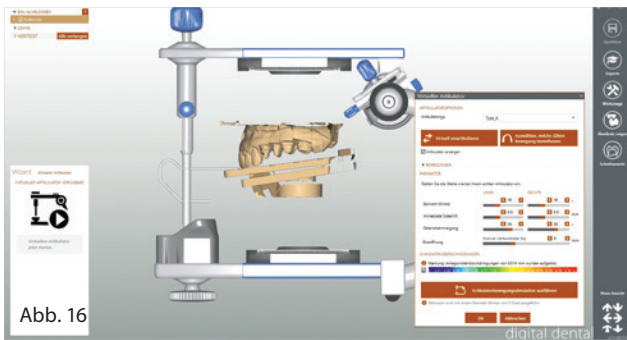
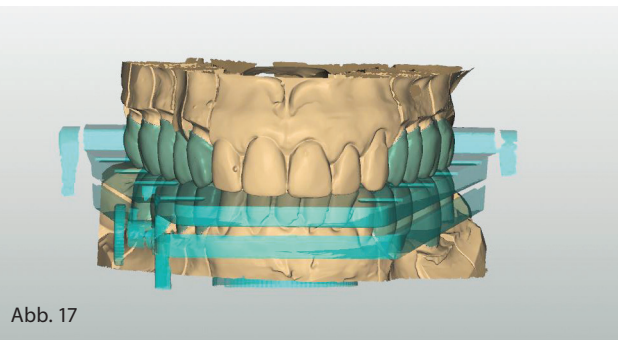
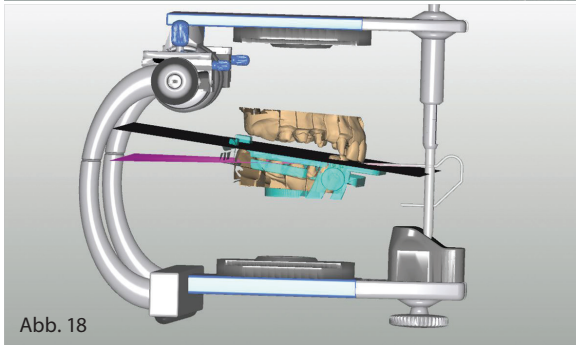
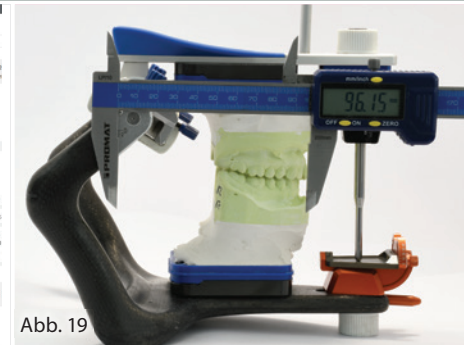

Abb. 16
Abb. 17
Abb. 18
Abb. 19
**Abb. 16:** Das Oberkiefermodell kann mit dem Planesupport gemeinsam eingescannt werden. Damit wird die patientenindividuelle Camper'sche Ebene auch im digitalen Workflow nutzbar. **Abb. 17:** Frontale Ansicht des OK-Modells inklusive des Planesupports. Der Planesupport kann nun für die Ausrichtung der Oberkieferzahnversorgung parallel zur Camper'schen Ebene genutzt werden. **Abb. 18:** Der Winkelunterschied zwischen der Patientenhorizontalen und der Camper'schen Ebene beträgt ca. 7,5 Grad. **Abb. 19:** Ermittlung des Abstands zwischen Gehörgang und Labialfläche der ersten Schneidezähne im Artikulator.
Datensatz gematcht werden. Damit ist die patientenindividuelle Camper'sche Ebene in der digitalen Welt angekommen und kann für die Okklusionsgestaltung der Oberkieferversorgung ähnlich dem Aufstellprinzip von Prof. Gysi zur Glasplatte genutzt werden. Damit sind alle Oberkieferzähne zur Camper'schen Ebene ausgerichtet. Zudem können so die beiden Kompensationskurven, Spee und Wilson, auch im digitalen Workflow beachtet und realisiert werden (Abb. 19–21).
Die Position des Oberkiefermodells im Artikulator wurde zudem durch ein bildgebendes Verfahren (DVT) auf seine Richtigkeit hin überprüft. Wie in den Abbildungen 16 bis 18 sichtbar, stimmen die Abstände vom äußeren Gehörgang zu den ersten Schneidezähnen im Artikulator und im bildgebenden Verfahren überein. Zudem wurde der Planesupport mit dem Oberkiefermodell im Artikulator eingescannt und ebenfalls in das DVT eingematcht. Auch hier ist die Übereinstimmung zwischen der Camper'schen Ebene und dem Planesupport eindeutig sichtbar. Damit darf die Verlässlichkeit des Konzepts als gegeben bezeichnet werden (Abb. 16–18). Mit dem vorgestellten Konzept lassen sich die wichtigen Parameter am Patienten in nur einem Behandlungsschritt abgreifen und verlustfrei in einen Artikulator übertragen. Die Behandlungszeit beträgt nur wenige Minuten. Das Handling ist einfach. Das System ist für alle gängigen Artikulorentypen, die nach Patientenhorizontale oder Camper'scher Ebene arbeiten, kompatibel. Damit ist es nun möglich, den Patienten quasi eins zu eins in unserem Artikulator zu übertragen. Mit all diesen wichtigen Informationen können wir unsere Zahnversorgungen wieder ein Stück exakter und individueller fertigen. Das bedeutet mehr Freude und weniger Frust bei unserer schönen Arbeit.